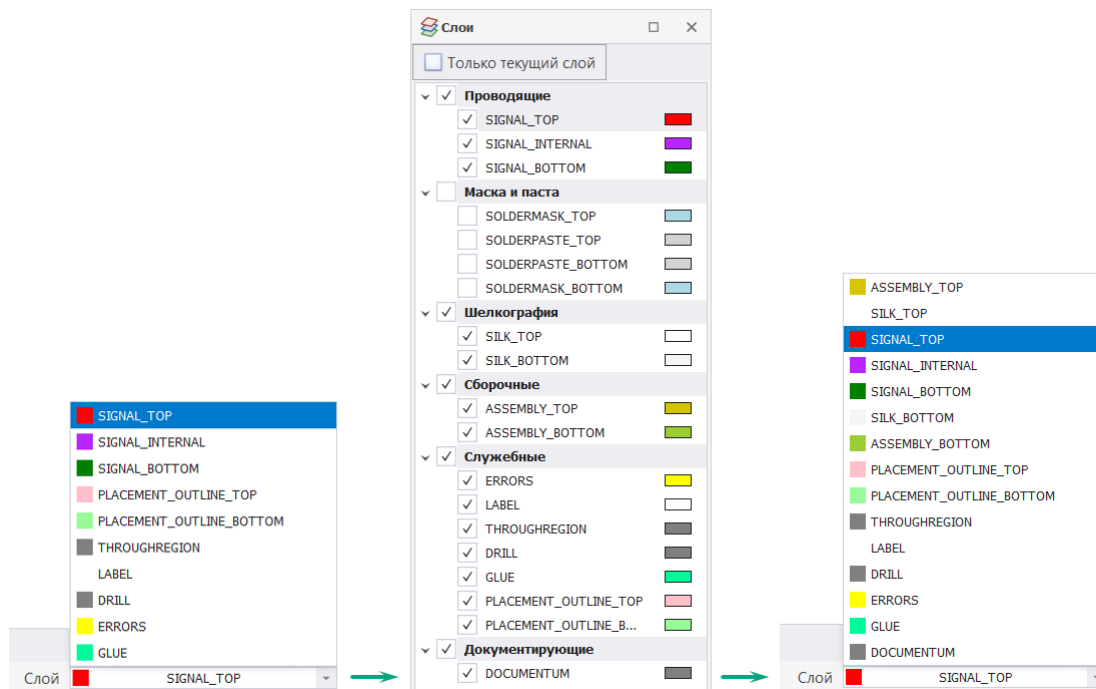

Рис. 110 Активация слоя
1. Выбрать текущим один из слоев группы «SILK» («Шелкография»), «ASSEMBLY» («Сборочные») или «DOCUMENTUM» («Документирующие»), на котором необходимо разместить атрибут. Если данные слои не отображаются в выпадающем списке «Слои», то нужно активировать их в функциональной панели «Слои», см. Рис. 110.